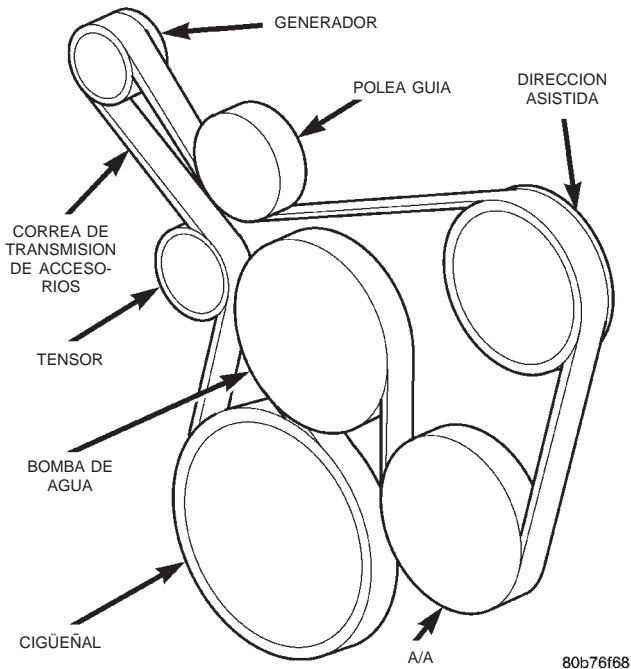
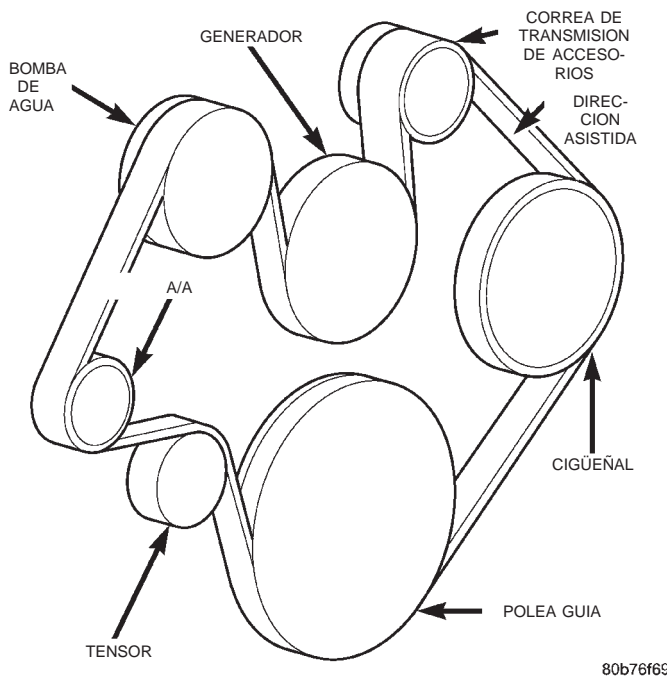

Fig. 56 Recorrido de la correa—motor 4.0L
Fig. 57 Recorrido de la correa—motor 4.7L
- (1) Desconecte el cable negativo de la batería.
- (2) Afloje el tensor y retire la correa (Fig. 56), (Fig. 57).
PRECAUCION: Cuando instale la correa de transmisión de accesorios en serpentina, ésta DEBE estar correctamente encaminada. De lo contrario, el motor puede recalentarse debido al giro en sentido incorrecto de la bomba de agua (Fig. 56), (Fig. 57).
- (2) Instale la correa nueva (Fig. 56), (Fig. 57).